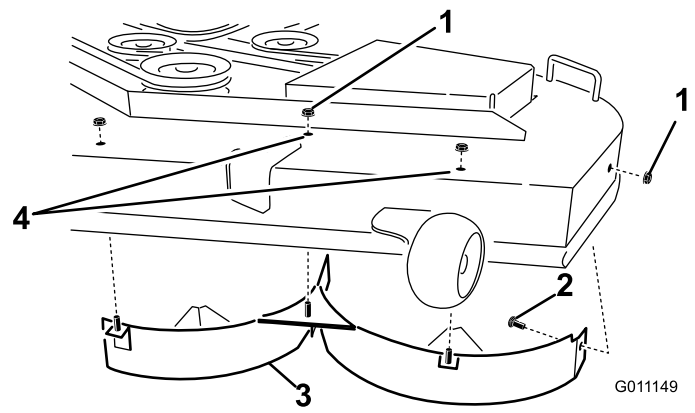

Figura 36
6. Remova as três porcas de bloqueio (5/16 pol.) presas aos postes soldados do abafador esquerdo na parte superior da plataforma do cortador nas posições central e esquerda (Figura 36). Remova o parafuso de carroçaria e porca de bloqueio na parede lateral da plataforma do cortador que prende o abafador esquerdo à plataforma.
7. Remova o abafador esquerdo da plataforma de corte como se mostra em Figura 36.
8. Localize os dois parafusos nas peças soltas e utilize as porcas de bloqueio existentes. Instale os dispositivos de fixação nos orifícios mostrados em Figura 36 no cortador para evitar que os detritos saiam. Instale o parafuso, através do lado inferior da plataforma e utilize uma porca existente para prender a partir do lado superior.